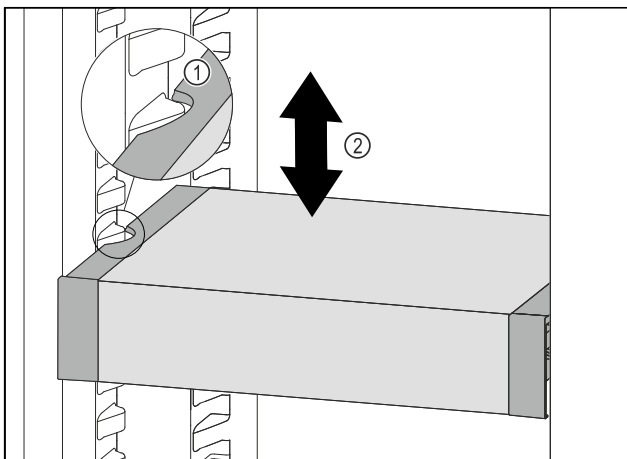

Fig. 99
- ▶ VarioSafe nach vorne ziehen, bis sich die seitlichen Aussparungen des VarioSafes auf Höhe der Behälterrippe im Kühlteil befinden. Fig. 99 (1)
- ▶ VarioSafe im Kühlteil nach oben oder unten bewegen, bis gewünschte Höhe erreicht ist. Fig. 99 (2)